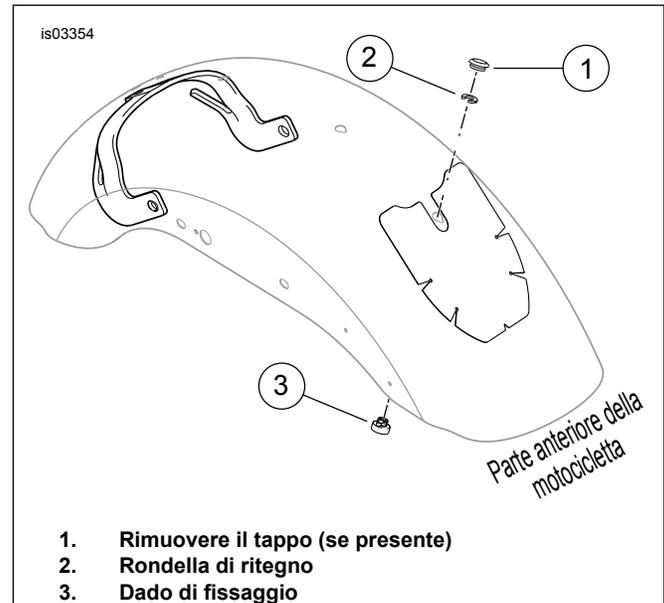

Figura 1. Posizione del dado di fissaggio e della rondella della sella
1. Se la sella originale era del tipo doppio, rimuovere il tappo di plastica dal foro di montaggio anteriore della sella (vedere Figura 1).